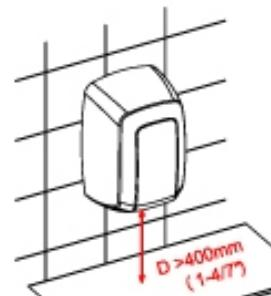

Abbildung 13
**HINWEIS:** Ein Mindestabstand von 400 mm (15,80") zu Fensterbänken, Marmorteilen oder Waschbecken muss berücksichtigt werden (Abb. 13). Es müssen soweit wie möglich alle reflektierenden Oberflächen im Bereich des IR-Sensors des Handtrockners vermieden werden.